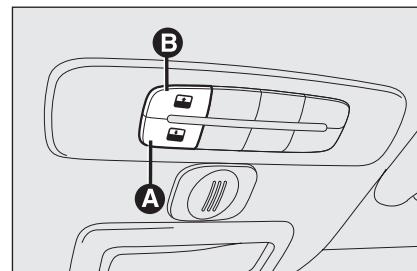
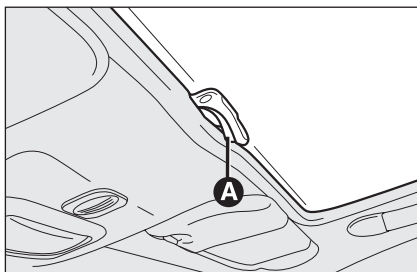

fig. 40
fig. 41
Le toit ouvrant avec large surface vitrée est constitué d'un panneau de verre doté d'un store pare-soleil à actionnement manuel. Le store peut être utilisé dans les positions "complètement fermé" et "complètement ouvert" (sans positions fixes intermédiaires). Pour ouvrir le store: appuyer sur l'ergot **A**-fig. 41, le dégager et l'accompagner jusqu'à la position "complètement ouvert". Pour le fermer, inverser l'opération.
Le toit ouvrant avec large surface vitrée est constitué d'un panneau de verre doté d'un store pare-soleil à actionnement manuel. Le store peut être utilisé dans les positions "complètement fermé" et "complètement ouvert" (sans positions fixes intermédiaires). Pour ouvrir le store: appuyer sur l'ergot **A**-fig. 41, le dégager et l'accompagner jusqu'à la position "complètement ouvert". Pour le fermer, inverser l'opération. L'actionnement du toit n'est possible que lorsque la clé de contact est tournée sur **MAR**. Les commandes **A-B** fig. 40 qui se trouvent sur une planche dédiée près du plafonnier avant, commandent les fonctions d'ouverture / fermeture du toit ouvrant.
Appuyer sur le bouton **B**-fig. 40 et garder la pression, le panneau en verre avant se déplacera dans la position "spoiler"; appuyer de nouveau sur le bouton **B**-fig. 40 et, en agissant sur la commande pendant plus d'une demie seconde, s'active le mouvement de la vitre du toit qui poursuit automatiquement jusqu'à l'arrêt; la vitre du toit peut être arrêtée dans une position intermédiaire en agissant de nouveau sur le bouton.
A partir de la position de toit complètement ouvert, appuyer sur le bouton **A-fig. 40** et si l'on agit sur le bouton pendant plus d'une demie seconde, la vitre avant du toit se déplacera automatiquement dans la position "spoiler"; en agissant de nouveau sur le bouton, la vitre du toit s'arrête dans une position intermédiaire; appuyer de nouveau sur le bouton **A-fig. 40** et garder la pression jusqu'à la fermeture complète du panneau.
- ☐ appuyer sur le bouton **A-fig. 40** en position de fermeture;